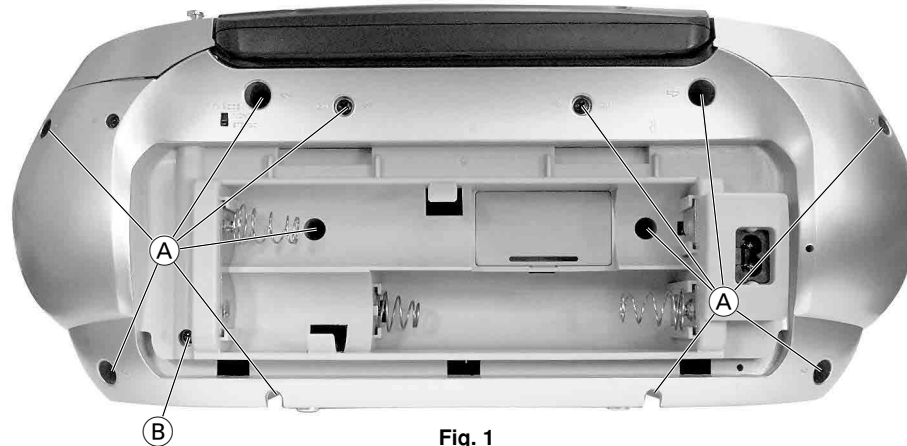

Fig. 1
- 12 Schrauben **A** (Fig. 1) herausdrehen.
- Schraube **B** (Fig. 1) lösen damit bei festgeschraubter Antenne der Antennenhalter beim Auseinanderziehen der Gehäuseteile nicht verbogen wird.
- Undo the 12 screws **A** (Fig. 1).
- Undo the screw **B** (Fig. 1) to prevent the aerial holder from being bent when pulling apart the cabinet parts with the aerial fixed with the screw.